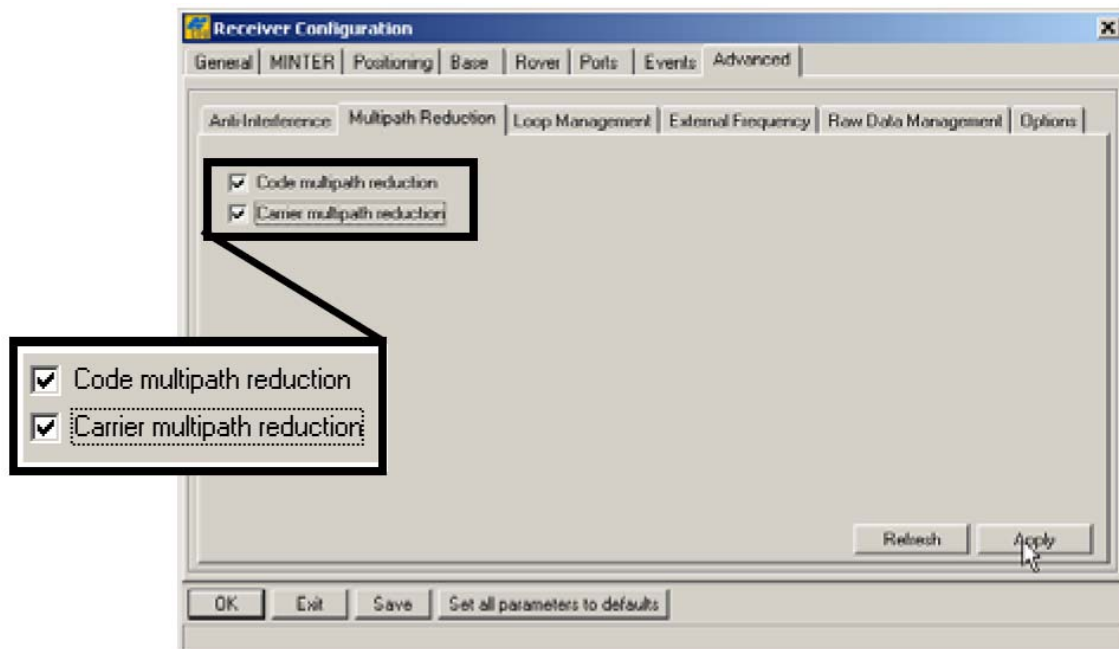

Рисунок 3-15. Настройка параметров подавления многолучевости
- Выберите вкладку *Advanced* (*Расширенные функции*), затем вкладку *Multipath Reduction* (*Подавление многолучевости*), выставьте перечисленные ниже флажки и щелкните на кнопке *Apply* (*Применить*) (см. рис. 3-15 на стр. 3-19).